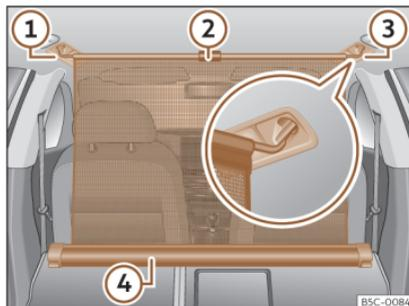

Fig. 135 En el maletero: red de separación enganchada con los respaldos del asiento trasero abatidos.
- Tire hacia arriba de la lengüeta»» fig. 135 ② para sacar la red de la carcasa»» fig. 135 ④.
- Enganche la red de separación en el lado derecho o izquierdo»» fig. 135 ③ (imagen ampliada).
- Enganche la red de separación en el alojamiento del otro lado»» fig. 135 ① estirando la barra.
La red de separación está correctamente montada cuando los extremos en forma de T están enganchados firmemente en los alojamientos correspondientes»» fig. 135 ③ y ①.
- Enrolle la red en la carcasa»» fig. 135 ④ bajándola con la mano.